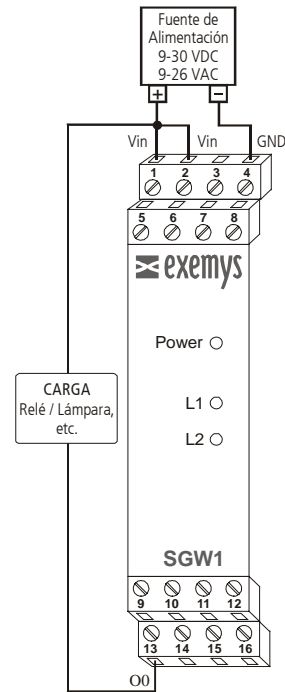

Figura 6 - La carga y el equipo Exemys comparten la misma fuente de alimentación
- Caso A) La carga externa y el equipo Exemys usan diferentes fuentes de alimentación. (Ver Figura 6)